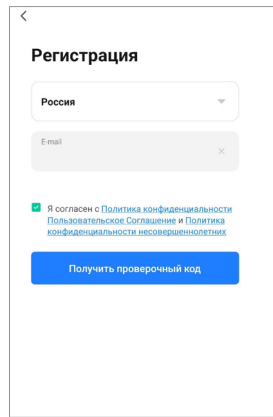
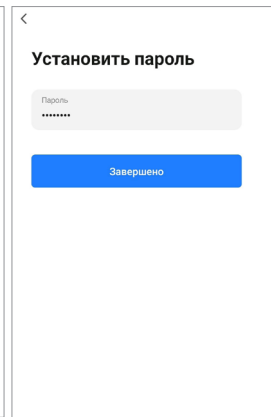

Рис. 2-4
Рис. 2-5
2.4. Если учетной записи нет, то выполните соответствующую регистрацию, указав электронную почту (рис. 2-4) и пароль (рис. 2-5).